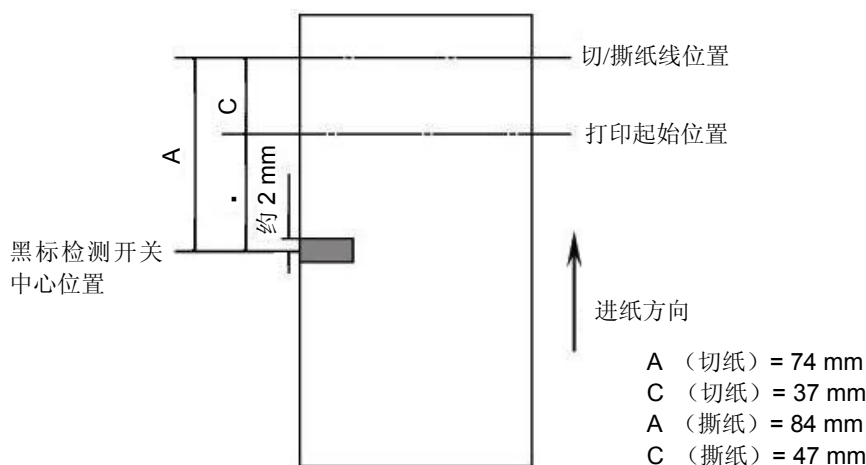

图 1
4. 打印机固有机械值  $L_0 = A$  (mm)  $Q_0 = C$  (mm), 请参见图 1。
以下举例假设为撕纸位置在打印机构撕纸口, 即  $L_0 = 67\text{mm}$ ,  $Q_0 = 29\text{mm}$  (请参见图 1)。